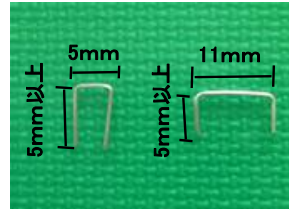

図3-2. ジャンパー結線を曲げる
- ② 2本のジャンパー線の両端をラジオペンチで折り曲げ、図3-2. の様に加工する。